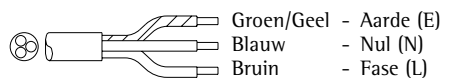

fig. 5
- (fig.5) Bij 220V-240V 1 fase met stekker aansluiting.
- (fig.5) Bij 220V-240V 1 fase (3 aderige kabel).
Het 3 aderige netsnoer (fig.5) heeft de volgende adercode: